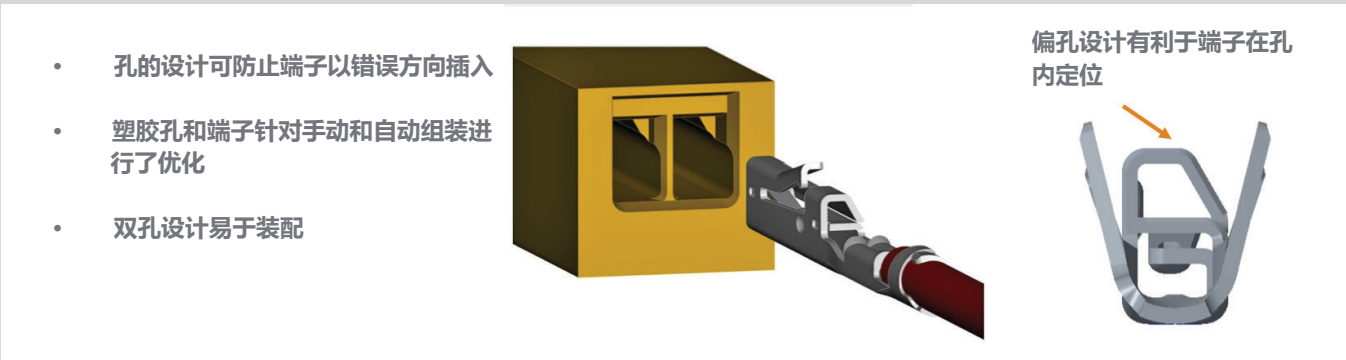

图4: NanoMQS 接点极化
NanoMQS 壳体部件（插头和连接器）由高级热塑性材料制成。有两种版本——上锁 (TL) 型和侧锁 (SL) 型，这两个版本都既可与 PCB 垂直，也可与之平行。两个版本的显著差异是 TL 型的锁紧设备位置处于壳体顶部中央（见图 4）。